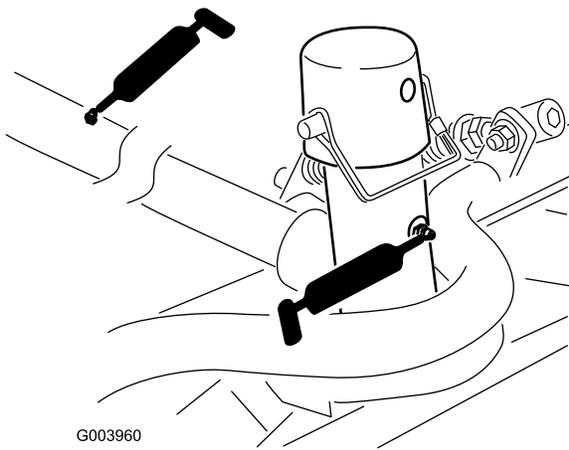

Bild 64
- Schneideinheitsträgerahmen und Drehzapfen (2) (Bild 64)